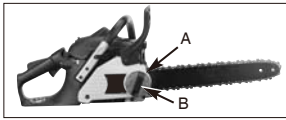

Рисунок 4
1. Для увеличения натяжения пыльной цепи поворачивайте кольцо регулировки натяжения цепи (А) ПО ЧАСОВОЙ СТРЕЛКЕ, направив переднюю часть направляющей шины вверх. Чтобы ослабить натяжение цепи поворачивайте кольцо регулировки натяжения цепи (А) ПРОТИВ ЧАСОВОЙ СТРЕЛКИ. Убедитесь, что цепь плотно облегает шину по всей ее длине (рис. 4).
2. После регулировки натяжения цепи, продолжая удерживать переднюю часть шины в крайнем верхнем положении, туго затяните стопорную рукоятку шины (В). Цепь считается правильно натянутой, если она плотно облегает шину по всей ее длине и протягивается вручную (руки должны быть в перчатках) (рис. 4).